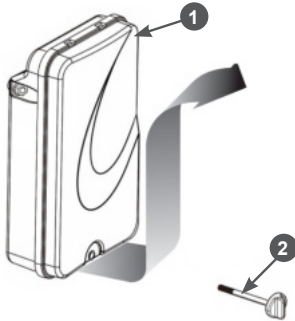

Рис. 16 Снятие крышки воздушного фильтра
1. Открутите винт 2 крепления крышки воздушного фильтра. Далее оттяните нижнюю часть крышки 1 воздушного фильтра на 2-3 см от корпуса воздушного фильтра, после чего подайте её вверх и снимите с корпуса (Рис. 16).